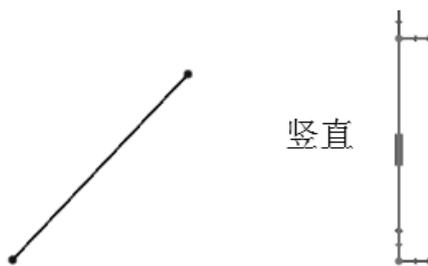

图 2-37 竖直约束
(7) 竖直 : 约束一条或多条线, 使之竖直放置, 如图 2-37 所示。